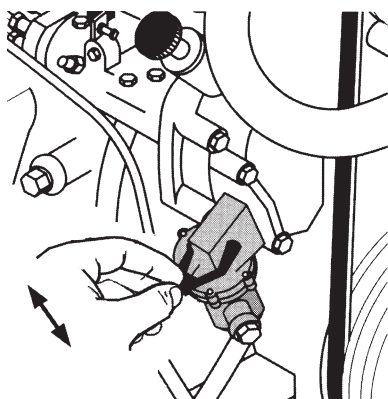

Рис. 6.3
Перед первым запуском двигателя, а также после полного израсходования топлива в баке необходимо произвести спуск воздуха из системы подачи топлива. Двигатель оборудован механическим насосом для подкачки топлива (расположен за насосом высокого давления, см. рис. 6.3). Спуск воздуха производится следующим образом:
5. Произведите подкачку топлива рычагом механического насоса (рис. 6.3). Подкачивайте топливо до тех пор, пока из отверстия (А) не перестанут выходить пузырьки воздуха.